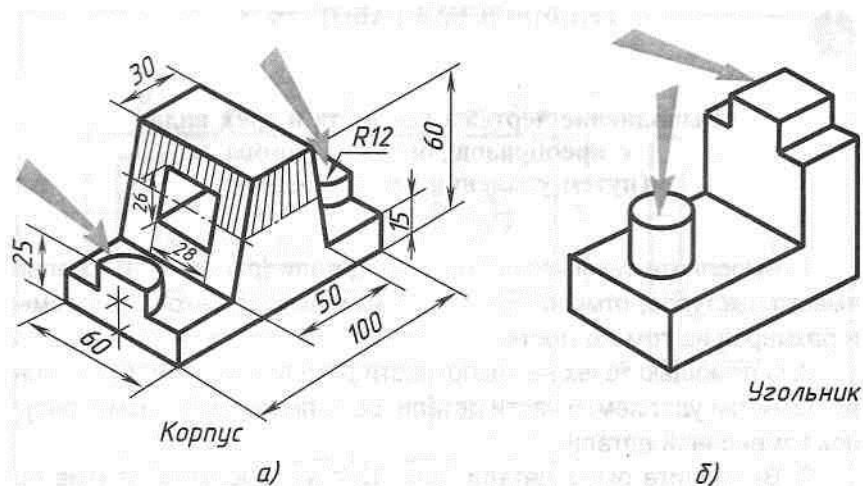

Рис. 150. Задания к графической работе № 8
3. Выполните эскиз детали (рис. 150, а), мысленно удалив ее верхнюю заштрихованную часть и заменив выступы, указанные стрелкой, выемками.
4. Выполните эскиз детали (рис. 150, б), сделав вместо выступов выемки такой же формы и размеров на том же месте.